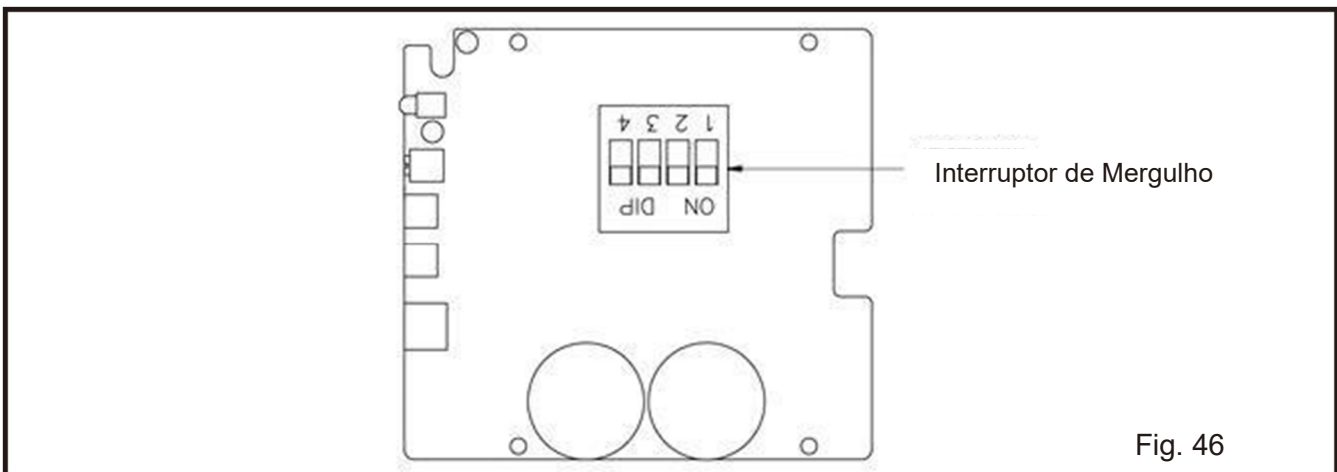

Fig. 46
1. Configurações de velocidade do motor (Fig.46)